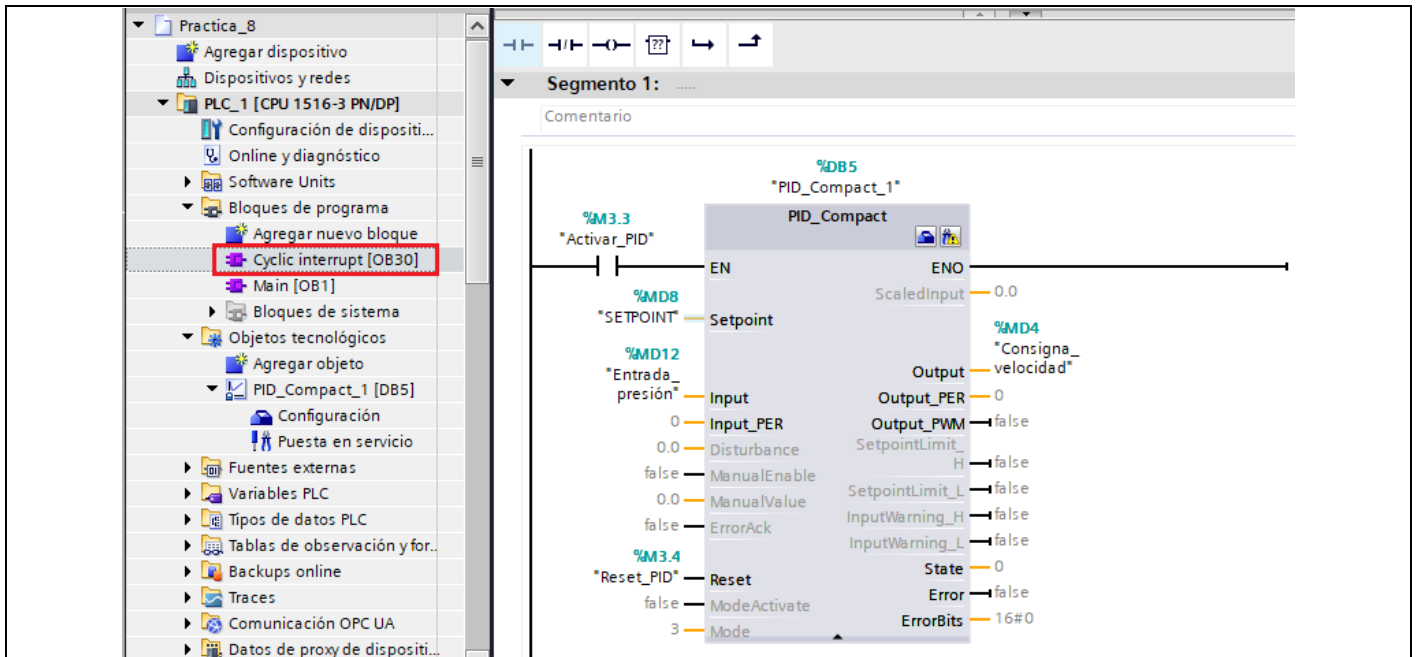

Figura 40. Configuración bloque PID_Compact.
- Después de realizar las configuraciones se debe regresar a “Cyclic interrupt [OB30]” y se procede a configurar el bloque de la siguiente manera (ver Figura 40).